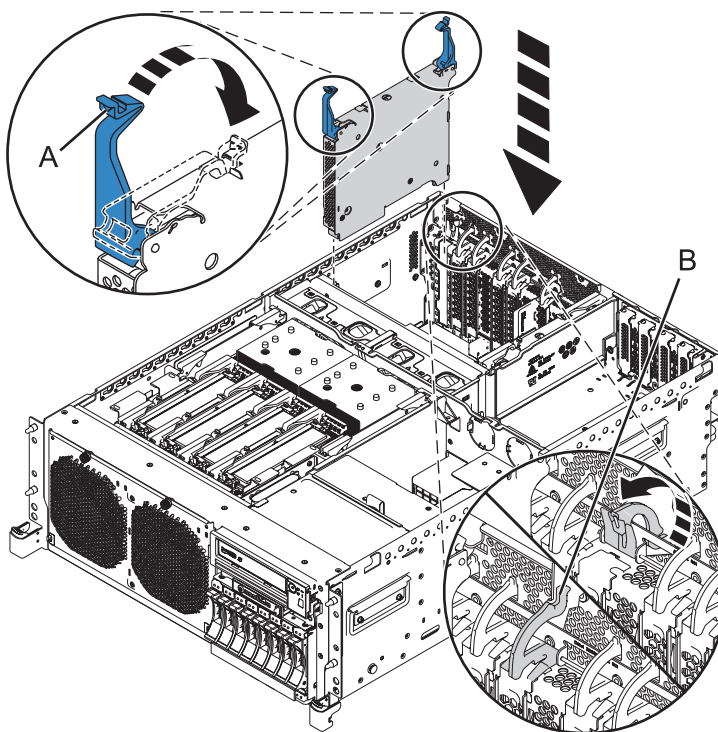

Figura 3. Instal·lació de l'adaptador GX en un sistema 8202-E4B o 8205-E6B muntat en bastidor
11. Gireu suaument els pestells (A) fins que quedin en posició de bloqueig, tal com es mostra a Figura 3 i a Figura 4 a la pàgina 5.
12. Gireu el pestell (B) fins a la posició de tancament per bloquejar l'adaptador dins la seva ranura.